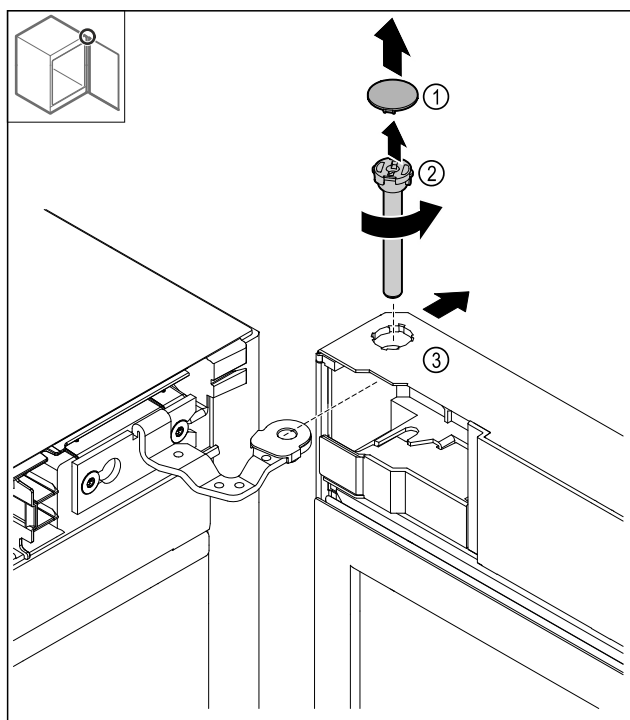

Fig. 18
- Sejměte kryt (1).
- Uvolněte a vytáhněte čep (2) proti směru hodinových ručiček.
- Dveře Fig. 18 (3) mírně naklopte.